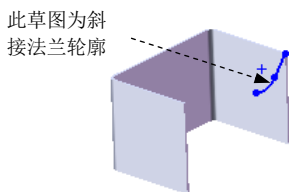
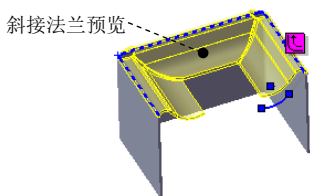
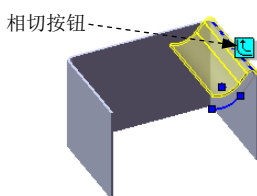

图 7.2.30 选取斜接法兰轮廓草图
图 7.2.31 斜接法兰的预览
图 7.2.32 定义边线
Step3. 定义斜接参数。选取图 7.2.30 所示的草图为斜接法兰轮廓，系统将自动生成图 7.2.31 所示的斜接法兰预览；单击图 7.2.32 所示的相切按钮 ，系统自动捕捉到与默认边线相切的所有边线，图形中会出现图 7.2.31 所示的斜接法兰的预览；在“斜接法兰”对话框的 **法兰位置(L):** 选项中单击“材料在外”按钮 ；在“斜接法兰”对话框的  文本框中输入缝隙距离值 0.1。